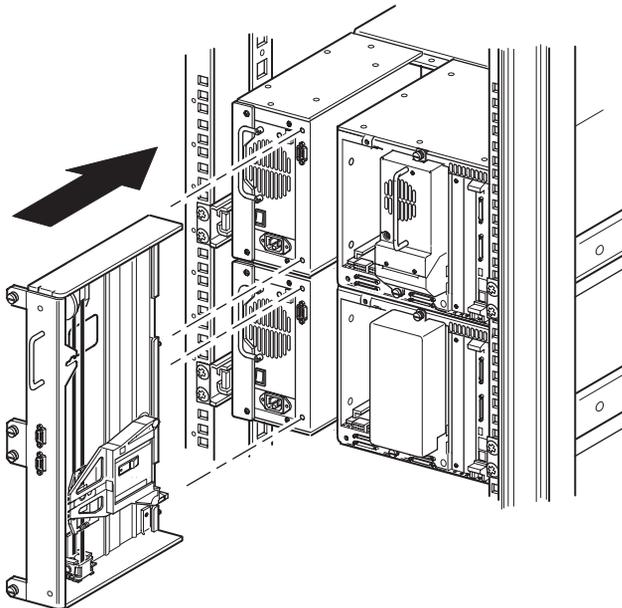

Figure 2-9 : Installation de l'unité de base PTM
4. Installez l'unité de base PTM (voir la Figure 2-9).